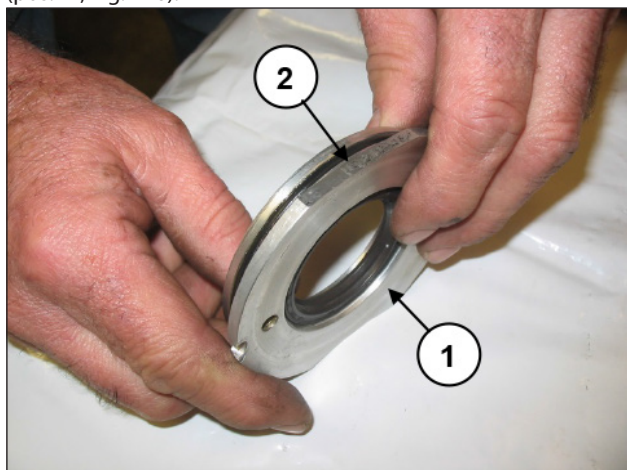

Fig. 116
Sostituire il paraolio (pos. ①, Fig. 116) e l'O-Ring esterno (pos. ②, Fig. 116).